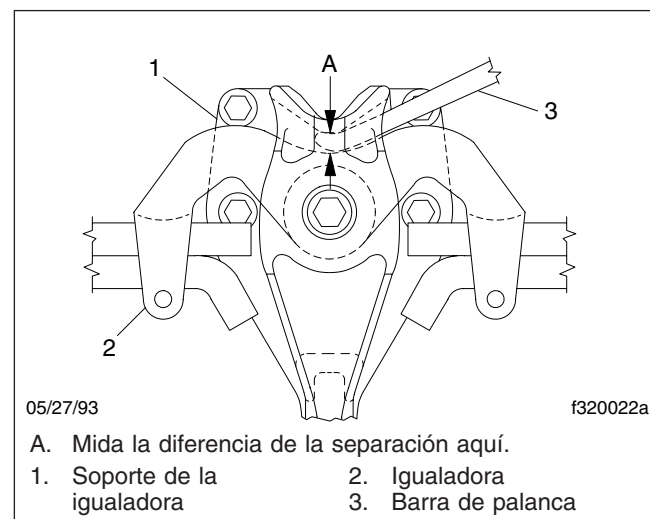

Figura 2, Vista lateral de la igualadora
1. Levante el chasis lo suficiente como para quitar el peso del chasis de los muelles. Intente mover la igualadora hacia arriba y hacia abajo, usando una barra de palanca entre la parte superior de la igualadora y la parte superior del soporte de la igualadora. Aplique presión solamente con la mano. Vea la **Figura 2**. Si el movimiento en el centro de la igualadora excede 1/8 de pulgada (3 mm), reemplace los bujes de la igualadora.